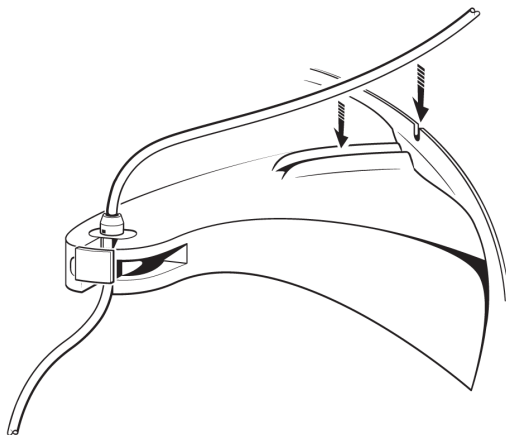

Figura 5. Coloque el tubo en la ranura y a través de la muesca.
8. Presione el tubo a través de la ranura en el brazo de soporte y coloque el tubo en la muesca del borde de la centrifugadora (consulte la Figura 5).